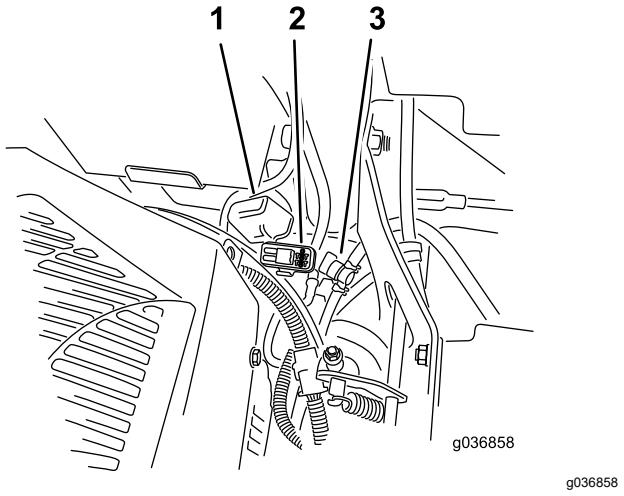

Рисунок 53
Предохранители расположены на правой консоли рядом с сиденьем (Рисунок 53).
- Установите новый предохранитель (Рисунок 53).